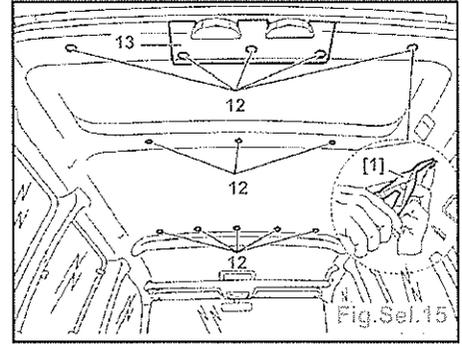

Fig.Sel.15
- Déposer le support (11).
- Déposer (Fig.Sel.15) :